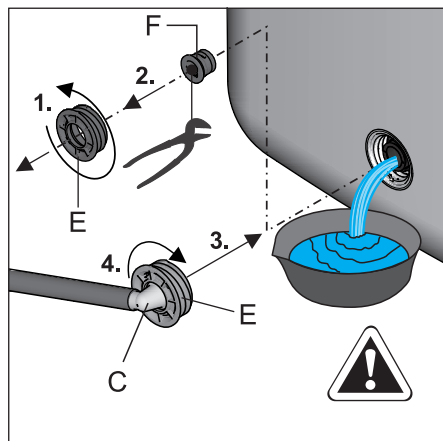

Fig. 6-3 Avvitare il pezzo di raccordo premontato nel raccordo di riempimento e svuotamento
- Dal raccordo di riempimento e svuotamento svitare il pezzo filettato (fig. 6-3, pos. E) e rimuovere il tappo di chiusura (fig. 6-3, pos. F) e **riavvitare immediatamente** il pezzo di raccordo tubo premontato (fig. 6-1, pos. C) nel raccordo di riempimento e svuotamento (fig. 6-3).